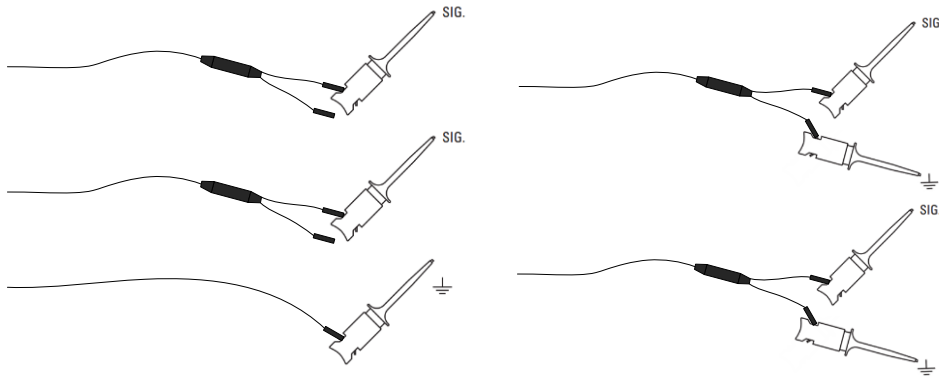

图 2-4
4) 根据测量需求，连接通道至被测信号。对于低频信号 ( $<5\text{MHz}$ )，可以仅连接被测信号和一个公共地信号 (图 2-4 左)，对于高频信号，建议每个通道单独接地，以获得最佳的信号完整性 (图 2-4 右)。